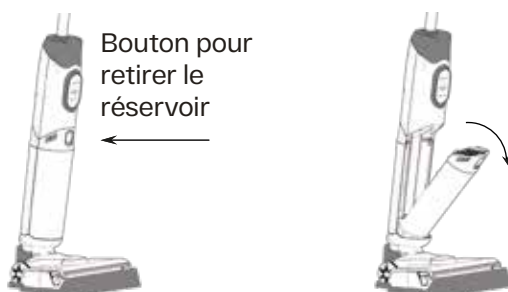
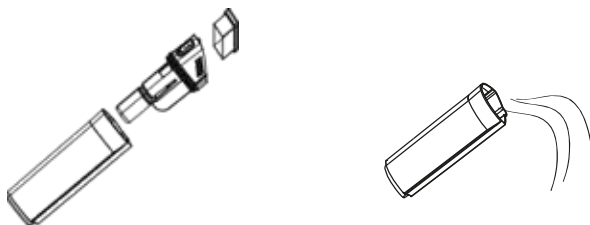

Fig.17
Fig.18
4. Enfin, remontez le réservoir d'eau sale en inversant les étapes de démontage afin de le replacer correctement dans l'appareil (voir Fig. 17 et Fig. 18).